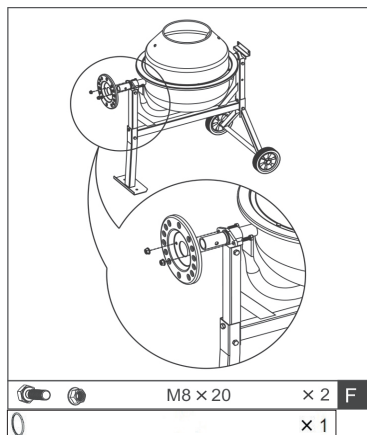

Fig.10
7. Une bague spirale est pré-assemblée. Retirer la bague spirale de l'arbre. Glissez ensuite la plaque de verrouillage sur l'extrémité la plus longue de l'arbre. Le cadre de la plaque est orienté vers l'intérieur. Glisser la plaque par dessus l'arbre. Glisser la bague spirale sur l'arbre. Fixer la plaque de verrouillage avec deux vis M8x20 (F), Fig. 10.